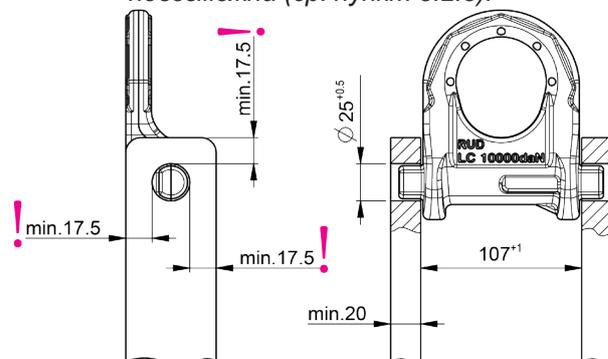

Рис. 6: Минимальные поперечные сечения для установки (отверстие)
- Соблюдайте минимальные поперечные сечения монтажных пластин (ср. Рис. 6).